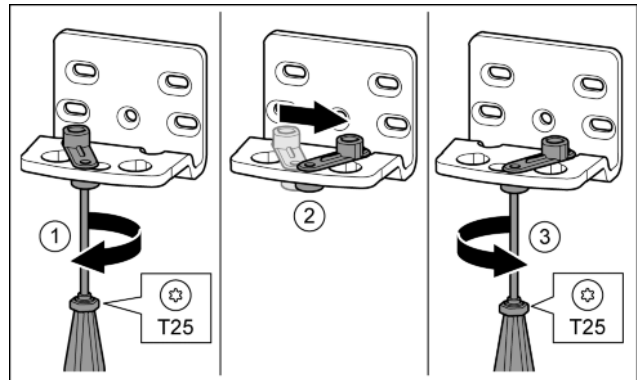

Fig. 12
- ▶ Schraube mit Schraubendreher T25 lose schrauben. Fig. 12 (1)
- ▶ Türschließhilfe anheben und um 90° nach rechts in Bohrung drehen. Fig. 12 (2)
- ▶ Schraube mit Schraubendreher T25 festschrauben. Fig. 12 (3)